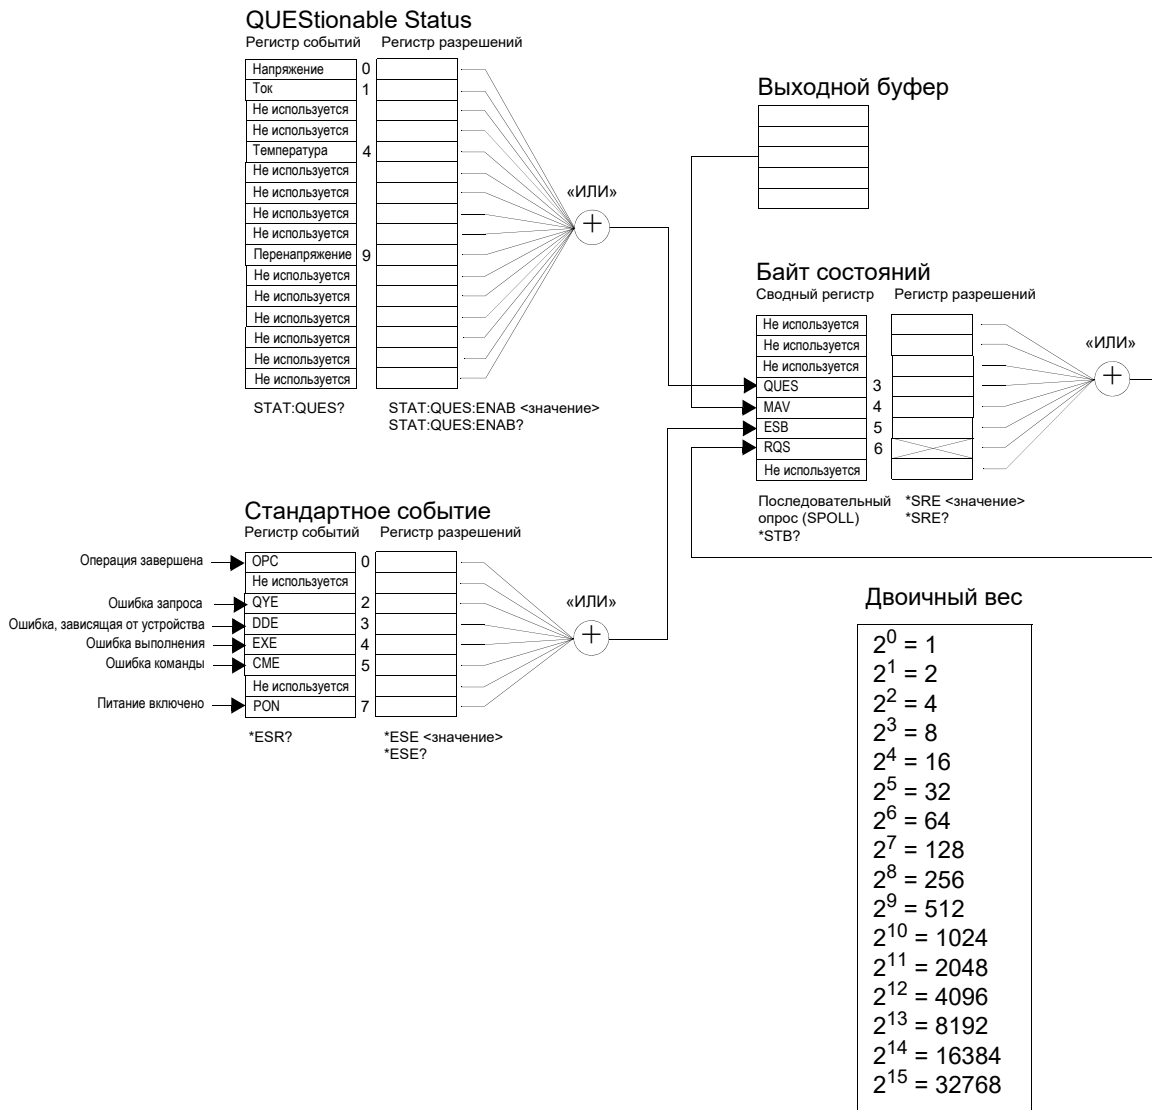

Рисунок 3-1 Система состояний SCPI
**Рисунок 3-1 на странице 110** иллюстрирует примеры данных системы записи состояний, используемых в источнике питания.